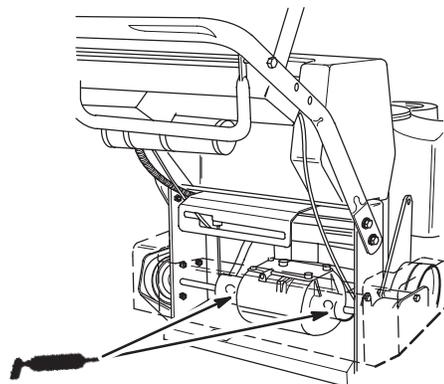

Figure 23
2. Lubrifier les joints de transmission (Fig. 23). Il n'est pas nécessaire de déposer les plaques de protection si on passe par l'avant, près du moteur.